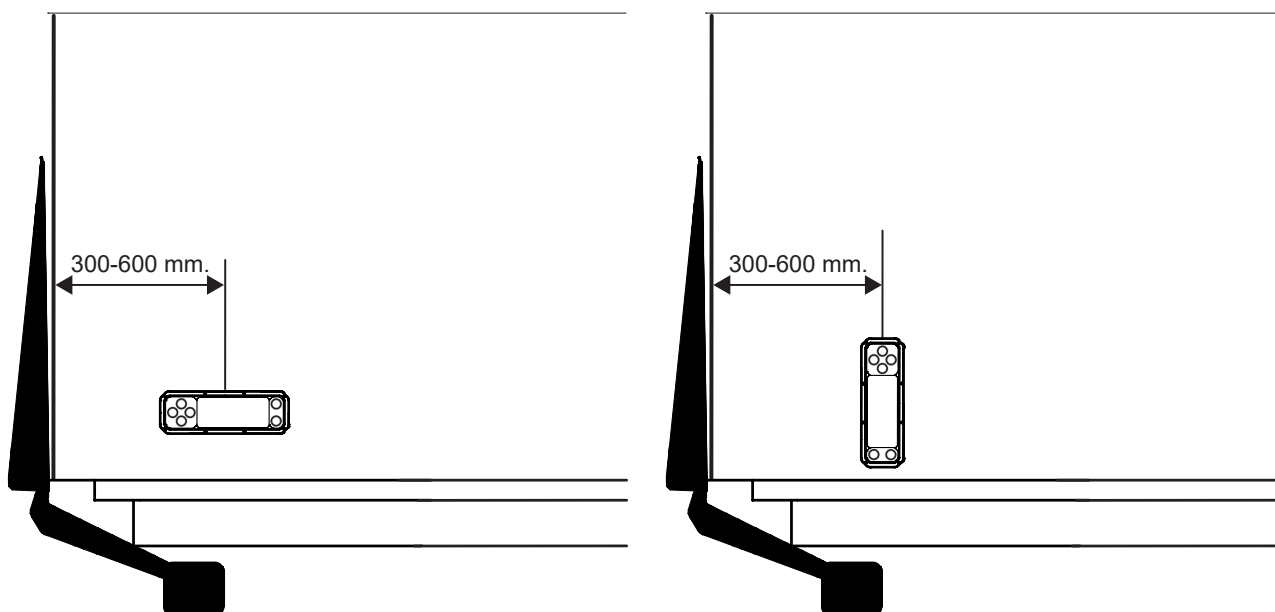

Bild 62. Montering av manöverdon
5. Montera därefter fast manöverdonet på skåpet. Se Bild 62